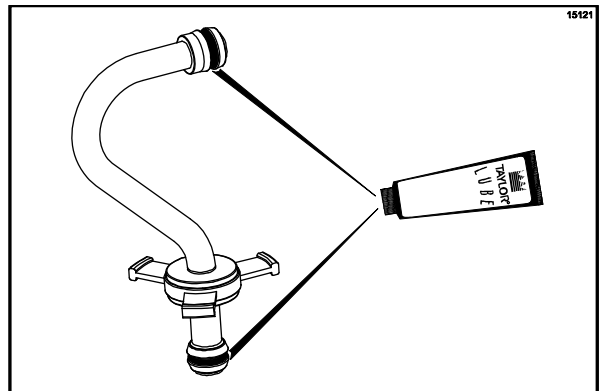

Abbildung 152
11. Auf jedes Ende des Produktzulaufrohrs je eine rote Runddichtung aufschieben und gründlich schmieren. (Siehe Abbildung 152.)